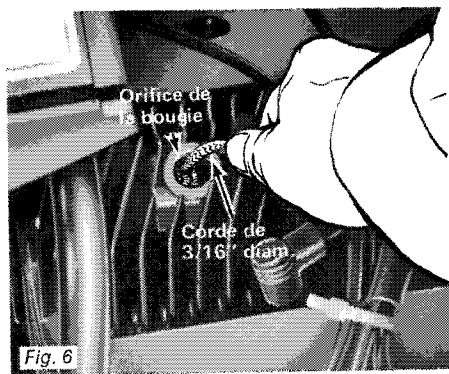
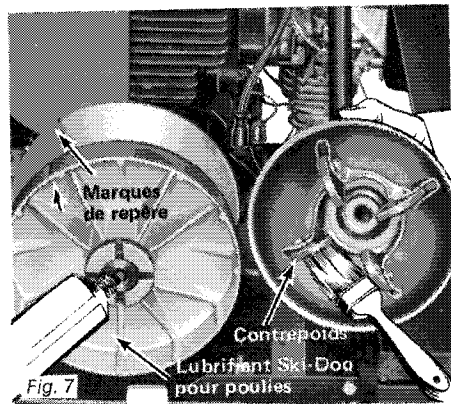

Fig. 6
Fig. 7
- Bloquez le vilebrequin en insérant une corde de $\frac{3}{16}$ " de diamètre dans l'orifice de la bougie (côté poulie). (Voir Fig. 6).
4. Appliquez une légère couche de lubrifiant Ski-Doo* pour poulies sur les (4) contrepoids du gouverneur.
5. Assurez-vous que les marques-repère sur les moitiés de la poulie coïncident. Remplissez ensuite l'axe de la poulie de commande avec du lubrifiant Ski-Doo* pour poulies. (Voir Fig. 7).